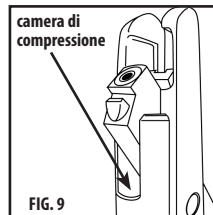

FIG. 9
- a. Applicare una goccia di Crosman RMCoil (disponibile su [crosman.com](http://www.crosman.com)) nella camera di compressione (**Fig. 9**).